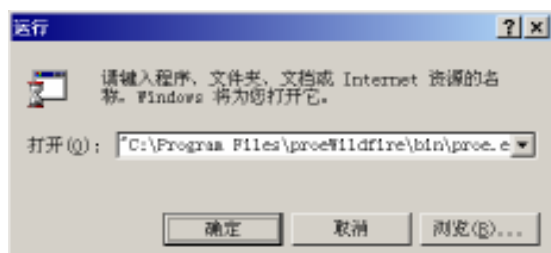

图 1-2 【运行】对话框的设置
(1) 双击桌面上的快捷方式图标,启动 Pro/ENGINEER 野火版。
(2) 利用 Windows 操作系统的程序启动方式,在 Windows 桌面左下方依次选取【开始】【程序】【PTC】【Pro/ENGINEER】【ProeWildfire】。这是最常用的启动软件方法建议读者采用该方法。
(3) 利用 Windows 操作系统的运行对话框启动。从 Windows 桌面左下方依次选取【开始】|【运行】两个选项,选取之后系统将显示【运行】对话框,用户可利用对话框右下方的浏览按钮搜寻 Pro/ENGINEER 野火版的系统执行文件,或直接输入其路径与文件名称,最后单击确定按钮即可完成运行。如图 1-2 所示为【运行】对话框的设置。